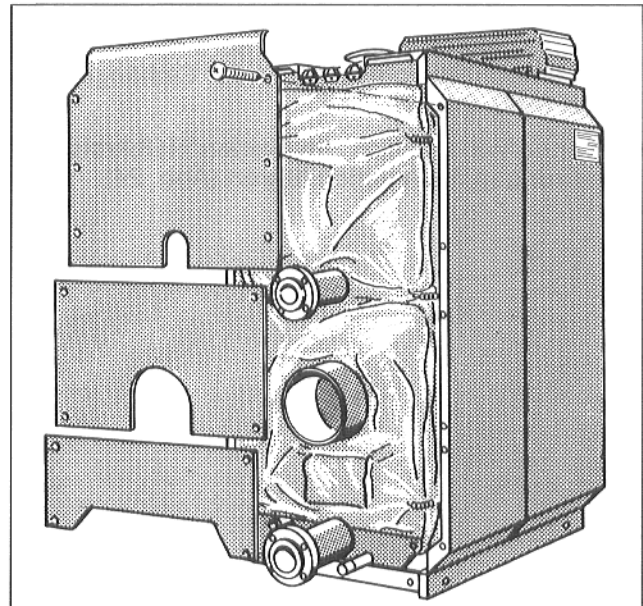

Abb. 27
- Oberes Rückwandblech hinter rechtes und linkes Haubenteil schieben und mit 6 Blechschauben anschrauben (Abb. 27).
- Mittleres und unteres Rückwandblech mit jeweils 4 Blechschauben anschrauben (Abb. 27).